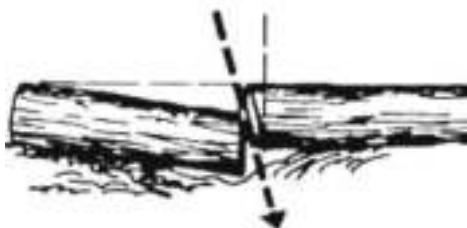

Рис. 12. Косой пропил
- Если отпиленная часть бревна может осесть и прижать другую часть бревна, делается косой пропил (Рис. 12).